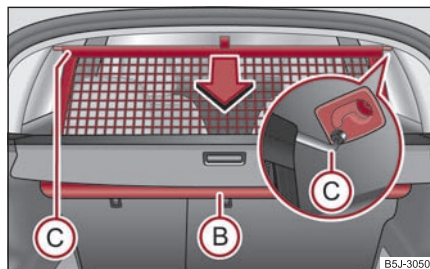

Fig. 88 Rularea peretelui despărțitor
- Trageți bara în spate din suporturile din plafon, mai întâi pe o parte, apoi pe partea cealaltă, și scoateți-o din suporturi (C) ⇒ pagina 74, fig. 88.
- **Susțineți** bara transversală astfel încât peretele să se poată rula încet și fără să se deterioreze, în carcasă (B).